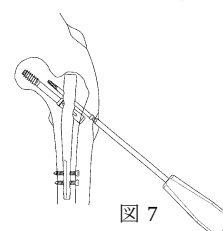

図 7
- T レンチを用いてエクストラスクリューを抜去します。(図 7)